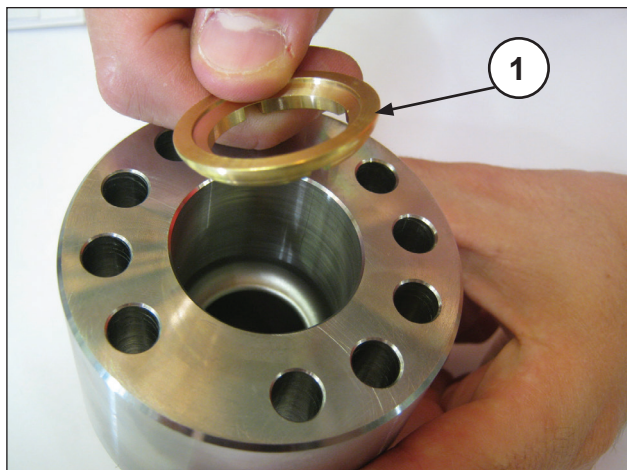
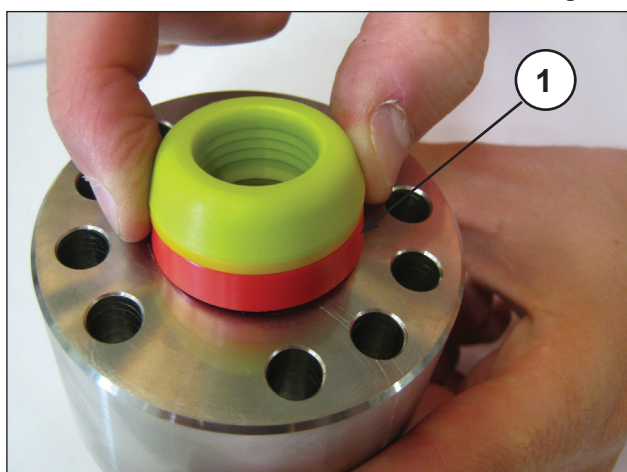
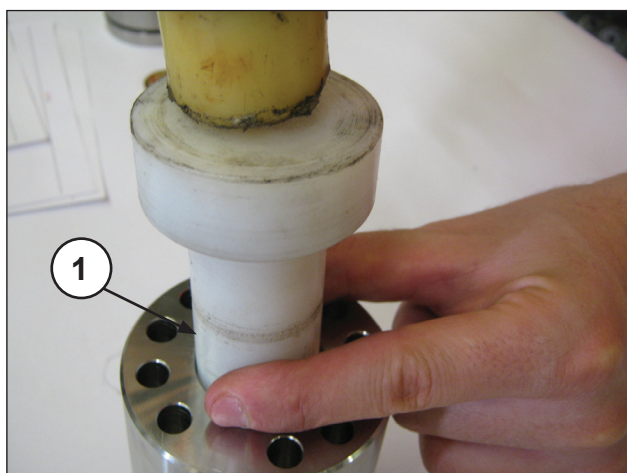

Fig. 132
Fig. 133
Fig. 134
- Introduire dans le support de joints H.P. la bague de tête (rep. ①, Fig. 132) et l'empilage H.P. (haute pression) ; vu la légère interférence entre le joint et le support de joints H.P., pour éviter tout dommage, il est conseillé d'utiliser un tampon en matière plastique (rep. ①, Fig. 133 et Fig. 134).
Installer le joint H.P. dans le support comme décrit Fig. 133 et Fig. 135.